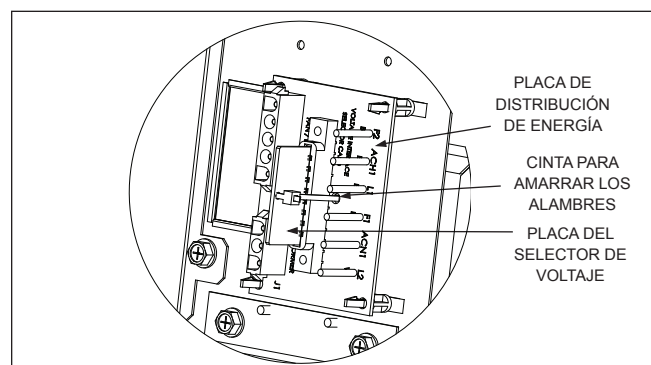

Figura 23. Placa de distribución de energía con voltaje Placa del selector instalada para 240 V CA
2. Corte la cinta de plástico que sujeta el tablero de selección de voltaje en su lugar y deséchela. Desconecte el tablero de selección de voltaje del receptáculo. Véase Figura 23.